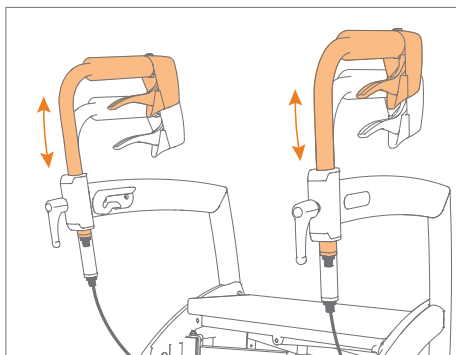

Figure 15: Régler la hauteur correcte.
- b. Glissez la poignée à la bonne hauteur pour vous (**Figure 15**).